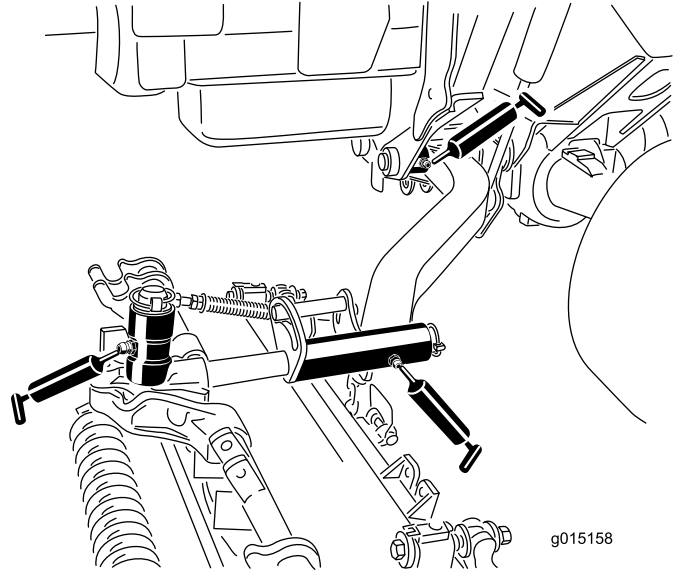

図 116
- 昇降アームのピボットブッシュカッティングユニット 1台に 1ヶ所 図 116を参照。
- カッティングユニットのキャリアフレームカッティングユニット 1台に 2ヶ所 図 116を参照。
- 昇降アームのピボットカッティングユニット 1台に 1ヶ所 図 116を参照。